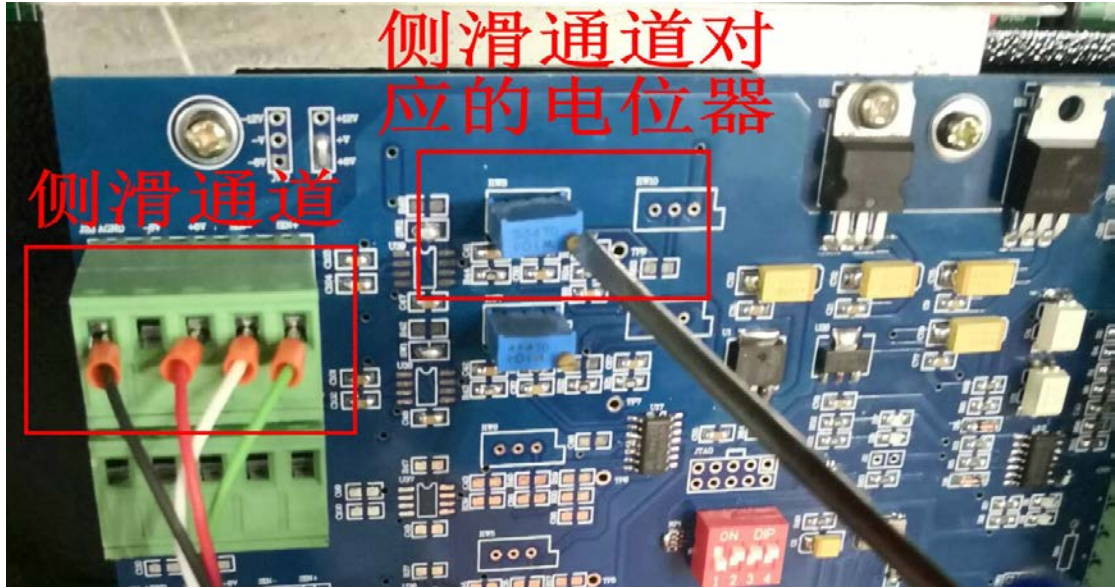

图 4.13
(10)、如在标定过程中出现AD值超出量程（新蓝色主板AD值满量程为131071，旧绿色主板AD值满量程为65535）的现象，请用小一字螺丝刀调节对应通道的电位器（见图4.13，顺时针方向拧电位器调大AD值，逆时针方向拧电位器则调小AD值，满量程对应的AD值建议调到110000~120000之间），然后重新标定。